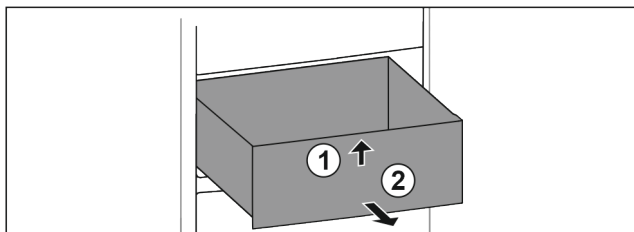

Fig. 16
- ▶ Vorne anheben Fig. 16 (1).
- ▶ Nach vorne entnehmen Fig. 16 (2).